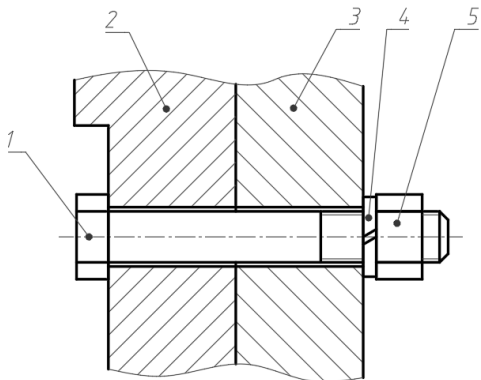

图 8-53 标注其他零件序号
⑤ 使用同样的方法标注其他零件序号，结果如图 8-53 所示。